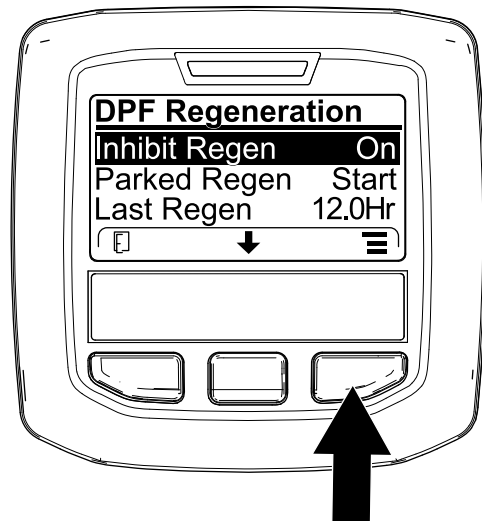

Figura 46
- Acceda al menú DPF Regeneration (Regeneración de DPF), pulse el botón central para desplazarse hacia abajo, hasta la opción INHIBIT REGEN (Inhibir regeneración) y pulse el botón derecho para seleccionar la opción Inhibit Regen (Figura 46).
- Pulse el botón derecho para cambiar el ajuste de inhibición de regeneración de Activado a Desactivado (Figura 46) o viceversa (Figura 47).